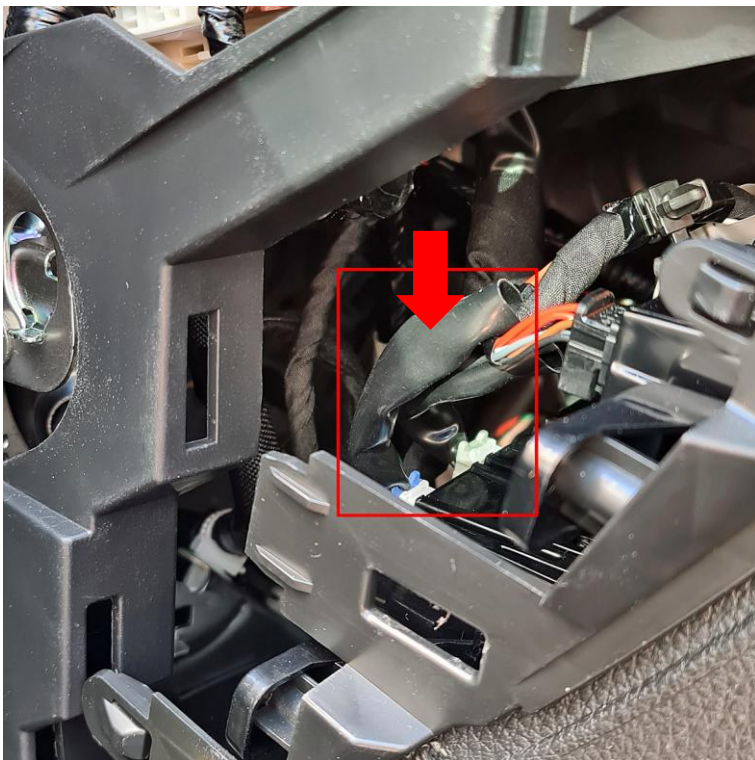

Rysunek 2
- Zacisk **OUT** podłączamy np. przy pomocy szybkozłącza SCOTCH LOCK (Rysunek 2) przystosowanego do przewodów o przekroju 0,35 – 0,75 mm² do czerwonego przewodu wychodzącego z fabrycznego wyłącznika systemu START / STOP. Aby mieć dobry dostęp do tego przewodu należy ostrożnie rozciąć gumową osłonę wiązki czterech przewodów idących do wyłącznika START / STOP. (**UWAGA!** W innych typach samochodów należy samodzielnie odnaleźć właściwy przewód).
- Zacisk **OUT** podłączamy np. przy pomocy szybkozłącza SCOTCH LOCK (Rysunek 2) przystosowanego do przewodów o przekroju 0,35 – 0,75 mm² do różowego przewodu wychodzącego z fabrycznego wyłącznika systemu START / STOP zgodnie ze zdjęciem nr 8. Aby mieć dobry dostęp do tego przewodu należy ostrożnie rozciąć gumową osłonę wiązki czterech przewodów idących do wyłącznika START / STOP. (**UWAGA!** W innych typach samochodów należy samodzielnie odnaleźć właściwy przewód).